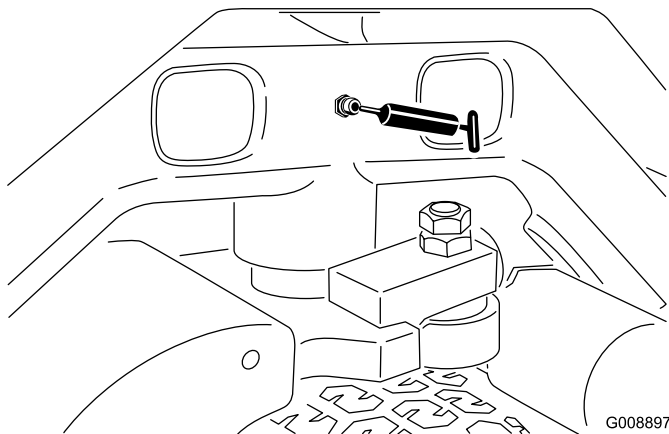

**Figura 54**
- Articulação do braço de elevação traseiro e cilindro de elevação (2) (Figura 54)